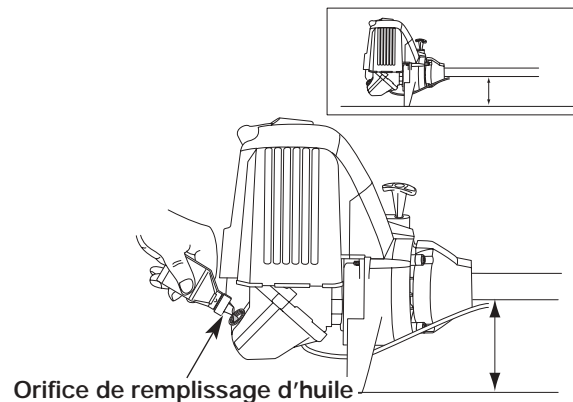

Figure 9
4. Versez tout le contenu de la bouteille d'huile dans le carter-moteur (Fig. 9).
2. Placez le bec du récipient d'essence dans l'orifice du réservoir (Fig. 9) et remplissez celui-ci.